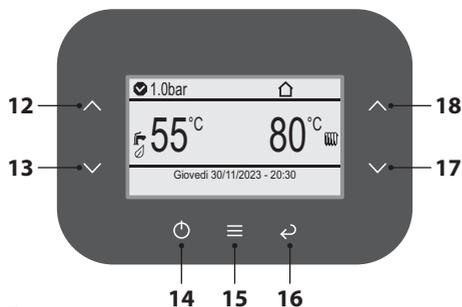

Figura 5.53
- Premere il tasto 15 (Figura 5.53) per portarsi al menu principale (Figura 5.54).
- Premere i tasti 12 o 13 (Figura 5.53) per selezionare il menu desiderato (Figura 5.55).
- Premere il tasto 15 (Figura 5.53) per accedere al menu selezionato (Figura 5.56).
- Premere i tasti 12 o 13 (Figura 5.53) per selezionare il menu desiderato tra quelli disponibili (Figura 5.57).
- Premere nuovamente il tasto 15 (Figura 5.53) per evidenziare il valore da modificare.
- Premere il tasto 15 (Figura 5.53) per confermare la modifica o il tasto 16 per uscire senza modificare il valore (ritorno al livello precedente).